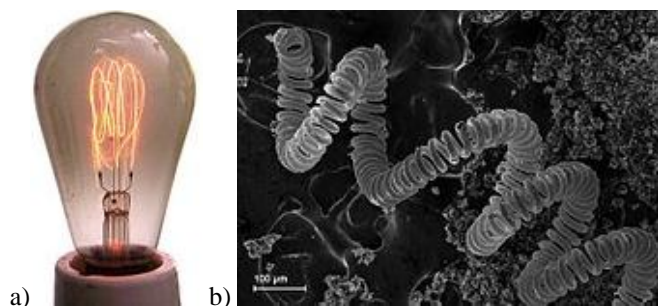
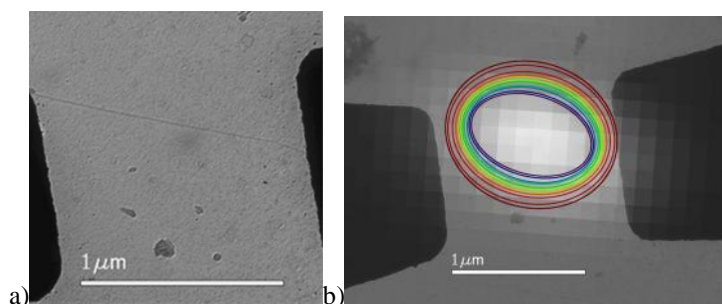
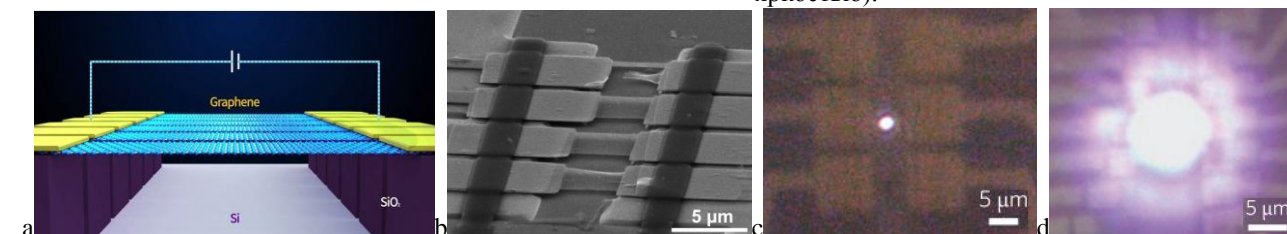

Рис. 1.
Рис. 2. Нанолампочка из углеродной нанотрубки (УНТ).
Рис. 3. Массив нанолампочек из графена.
Нити первых ламп накаливания изготавливались из углеродного волокна. Такие лампы не могли работать на большой мощности: их колба изнутри темнела (рис. 1а) и они перегорали, поэтому их заменили более эффективные лампы с вольфрамовой спиралью. Однако прошло более ста лет, и ученые вновь вернулись к углеродным материалам для нитей накаливания, на этот раз в наномасштабе.
Как можно видеть на рис. 2а и 3а, в конструкции нанолампочек всегда присутствует некоторый зазор между подложкой и нитью накала.
5. Найдите КПД графеновой лампы (рис. 3с), если мощность ее видимого излучения составляет 1.35 мВт. (1 балл)
6. Исходя из параметров графеновой лампы (рис. 3с), оцените потребляемую мощность лампочки из УНТ (рис. 2). (3 балла)
Представьте себе, что нить накала в лампочке на рис. 1а заменили на УНТ такой же длины, как и углеродная нить, но по остальным параметрам трубки аналогичную использованной в нанолампе (рис. 2).
Рис. 4. а) Спектр излучения абсолютно черного тела при 2500К (пунктир) и расчетный спектр излучения графена (красный). б) Экспериментальные спектры излучения графеновой лампочки (рис. 3с) для разных температур накала.
Расчетный спектр излучения графена при нагревании мало отличается от излучения абсолютно черного тела (рис. 4а). С ростом температуры накала максимум в спектре излучения должен, как и у «черного тела», смещаться из красной в синюю область (подобно тому, как меняется цвет раскаленного металла). Однако спектр реальной графеновой нанолампы (рис. 3с) имеет несколько максимумов. Причем при повышении температуры накала положение максимумов и минимумов изменяется слабо (рис. 4б).